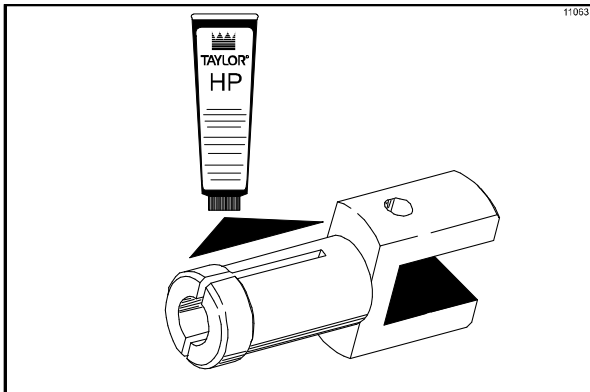

Figura 118
8. Lubrifique a extremidade menor do spinner. (Veja a Figura 118.)